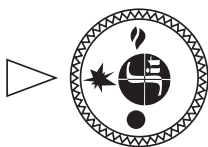

Рис. 9.
- 7.3. Для розжига пилотной горелки ручка управления переводится в положение «искра» (рис. 9).
- 7.5. **Выключение аппарата** производится путем поворота ручки в положение «точка» (рис. 9). При этом пилотная и основные горелки (если горят) погаснут.